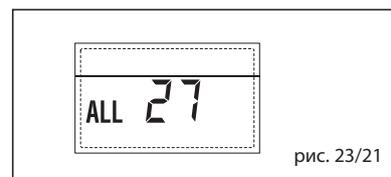

рис. 23/21
– **НЕПОЛАДКА СООТВЕТСТВИЯ {1031ВХОДА (S3) ТОЛЬКО ДЛЯ УСТАНОВКИ 7 “ТРЕВ 28” (рис. 23/22)**